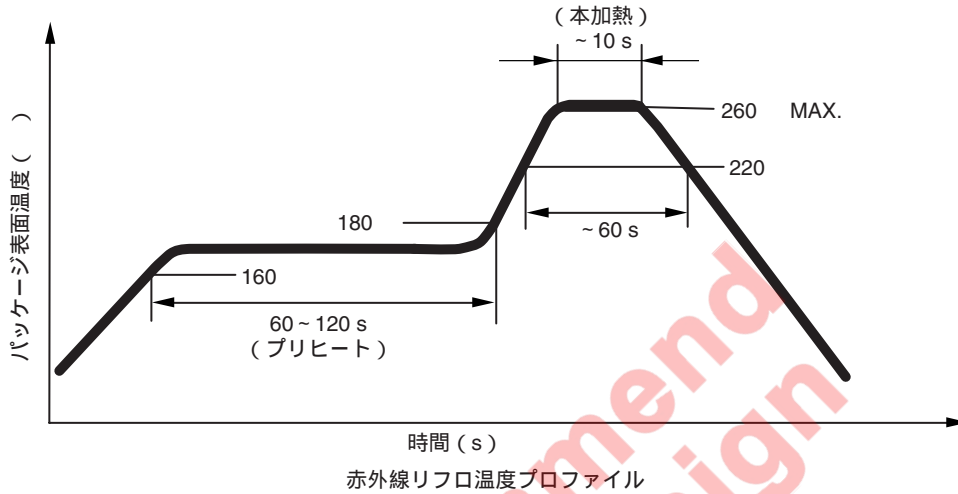

図2. 実装用マウントパッド設計例（単位：mm）
7. 実装用マウントパッドの設計例として図2をご参照ください。実際の設計に当たっては、実装密度、実装性、寸法公差などを考慮し、最適化を図っていただきますようお願いいたします。